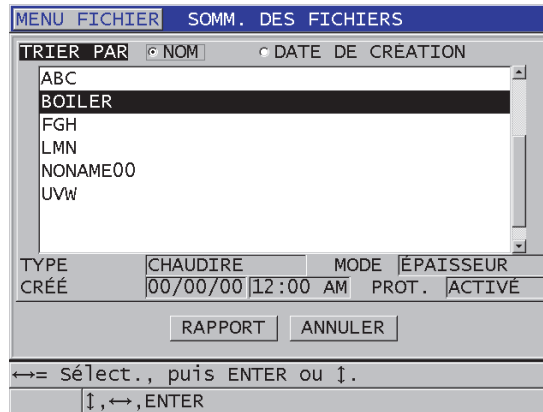

Figure 11-30 Écran du rapport SOMM. DES FICHIERS
4. Dans l'écran **SOMM. DES FICHIERS** (Figure 11-30 à la page 236) :